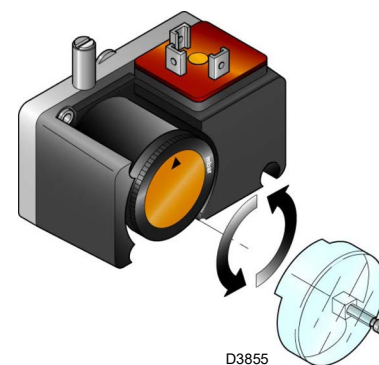

Fig. 31
- Regular el presostato para el control de estanqueidad (Kit PVP) (Fig. 31 a pág. 32), si está presente, según las instrucciones suministradas con el kit.
Regular el presostato para el control de estanqueidad (kit PVP) (Fig. 31) si está presente, según las instrucciones suministradas con el kit.